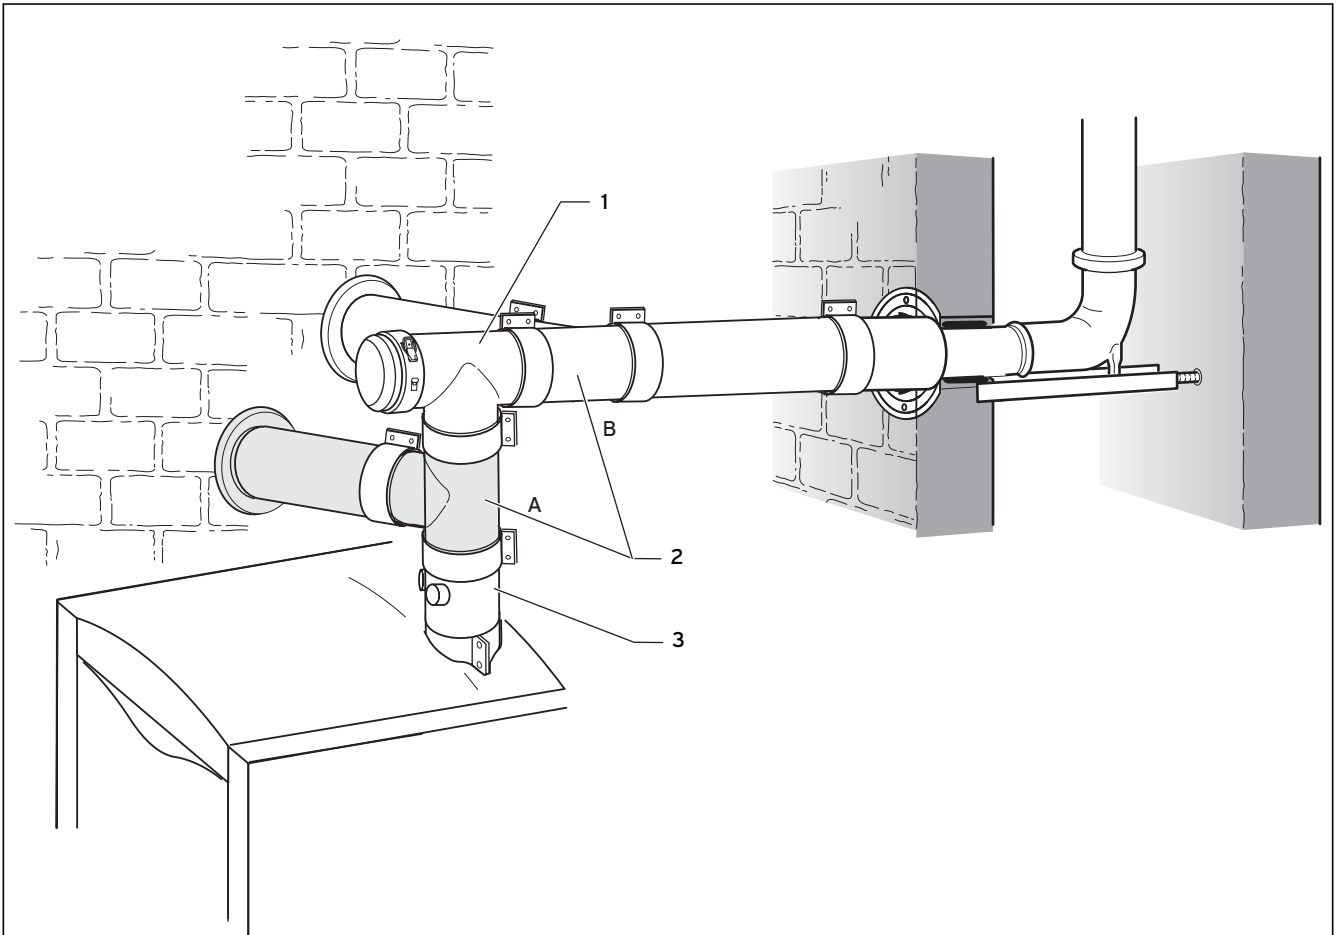

Abb. 4.33 Anschlussmöglichkeiten für getrennte Luftzuführung
- Verbinden Sie das 87°-Revisions-T-Stück (3) mit dem Geräteanschlussstück (2).
- Verbinden Sie das Zuluftanschluss-T-Stück (4) mit dem 87°-Revisions-T-Stück (3).
Das Zuluftanschluss-T-Stück (4) kann auch zwischen Geräteanschlussstück (2) und Revisions-T-Stück (3) eingesetzt werden (→ **Abb. 4.33**).
- Stecken Sie die Trennvorrichtung (5) mit der Muffe bis zum Anschlag auf die Verlängerung (6).
- Verbinden Sie die Verlängerung (6) mit der Abgasleitung (7).
- Verbinden Sie die Trennvorrichtung (5) mit dem Zuluftanschluss-T-Stück (4). Diese Stelle dient später als Trennstelle.
- Montieren Sie die Luftschelle (8) der Trennvorrichtung.
- Verlegen Sie Verlängerungen und Rohre bis zum Zuluftanschluss-T-Stück (4). Beginnen Sie am Luftansaugstück (1).